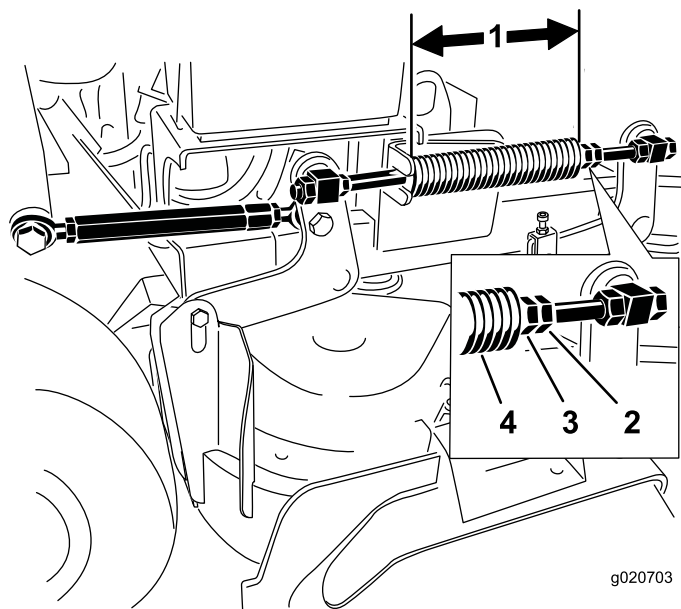

Figura 84
Nota: La longitud nominal es de 28.2 cm ($11\frac{1}{8}$ ") para carcasas de corte de 91 cm (36") (Figura 84).
3. Ajuste esta distancia aflojando la contratuerca elástica y girando la tuerca que está delante de cada muelle (Figura 84).
4. Fije la tuerca en la posición deseada apretando la contratuerca elástica (Figura 84).